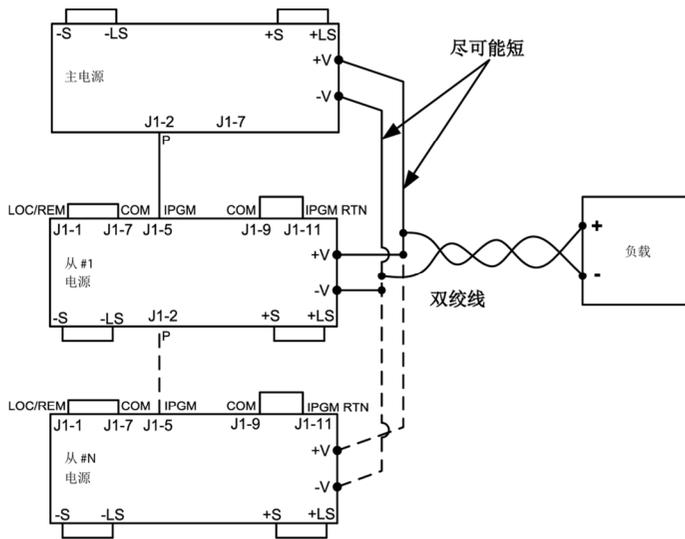
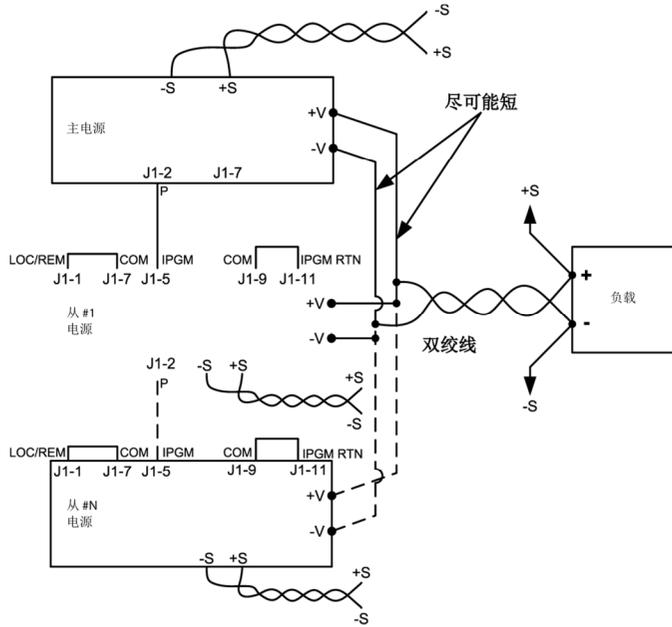

图 5-4：并联连接（本地感测）
图 5-5: 并联运行 (远程感测)
在运行时，主电源以恒压 (CV) 模式运行，将负载电压稳定在输出电压设置值。将感测电路连接到本地或远程感测电位，如图 5-4 或 5-5 所示。前面板主菜单并联模式设置为默认值“H1”。
5. 有关接线说明，请参考图 5-4：并联连接（本地感测）或图 5-5：并联连接（远程感测）。
在并联运行模式下，可以按本地感测或远程感测模式对电源进行连接。请参考图 5-4 和 5-5 中典型的并联电源连接。虽然图中只给出两台电源连接，但同样适用于多达 6 台电源连接。
在运行时，主电源以恒压 (CV) 模式运行，将负载电压稳定在输出电压设置值。将感测电路连接到本地或远程感测点，如图 5-4 或 5-5 所示。
6. 有关接线说明，请参考图 5-4：并联连接（本地感测）或图 5-5：并联连接（远程感测）和第 5.6 节：菊花链连接。